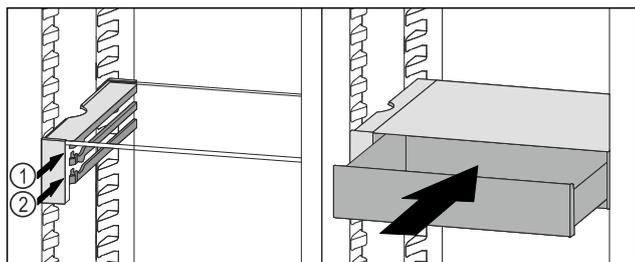

Fig. 90
- Coloque el cajón VarioSafe en la nervadura deseada *Fig. 90 (1)* o *Fig. 90 (2)* detrás de los topes.